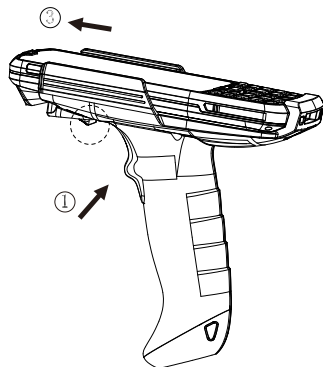

Рис. 2
Демонтаж: демонтаж PDA осуществляется по шагам ①③, указанным в Рис.2.